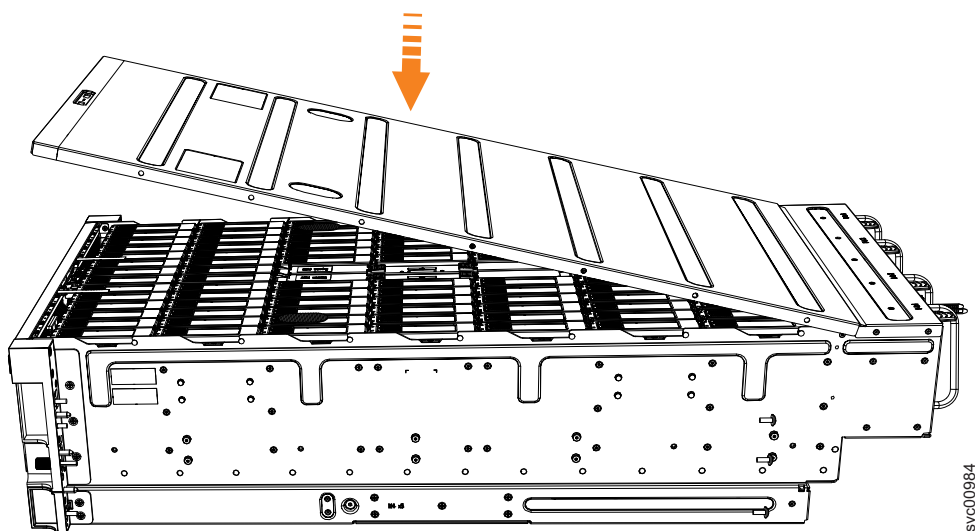

图 78. 对齐 2145-92F 顶盖
1. 小心地放低外盖，确保其与机柜后部正确对齐，如图 78 中所示。